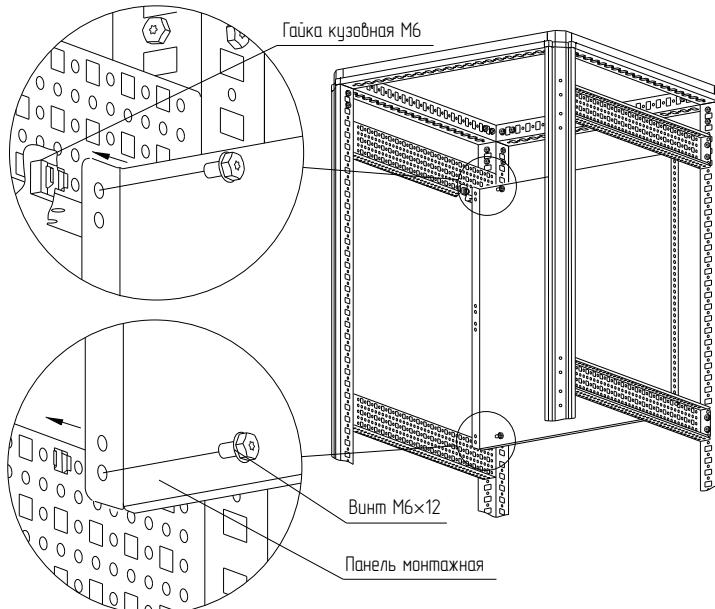

Рисунок 16
– вариант 2. Набором «Закладная гайка  $M6$  – винт  $M6 \times 12$  – шайба  $6.4$ ». Для этого предварительно установите закладные гайки в квадратные отверстия реек монтажных и закрепите панель монтажную винтами  $M6 \times 12$  с шайбами  $6.4$  (Рисунок 16). Момент затяжки –  $7$  Н·м. Набор крепежа приобретается отдельно.